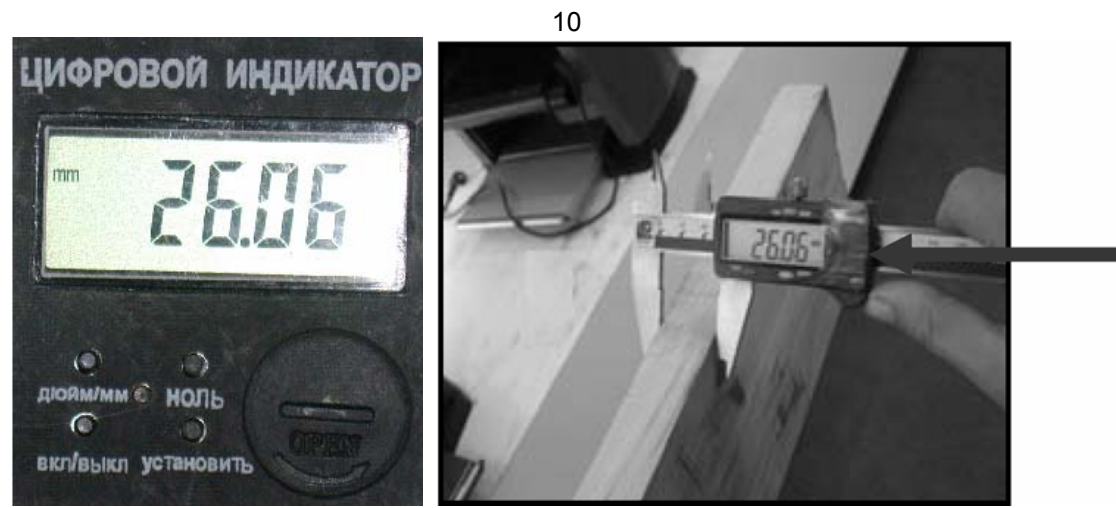

Рис. 21
10.3.10. Произведите пробное строгание заготовки, выполните инструментальное измерение толщины обработанной заготовки и сравните с показанием цифрового измерения, Рис. 21.